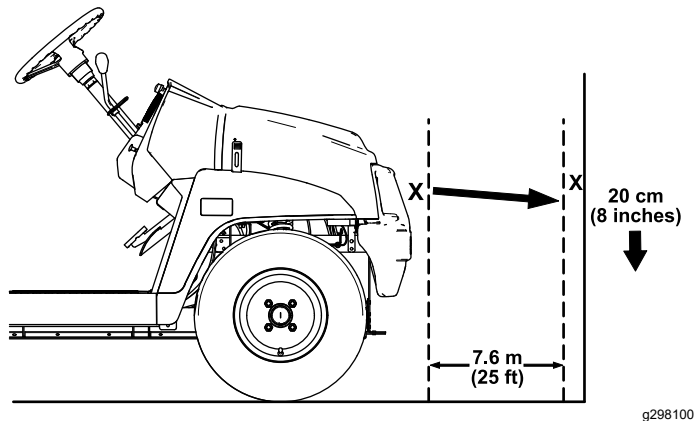

Figure 42
1. Garez la machine sur une surface plane et horizontale, avec les phares à environ 7,6 m de distance d'un mur (Figure 42).
La partie la plus brillante du faisceau doit se trouver 20 cm en dessous du repère que vous avez tracé sur le mur (Figure 42).